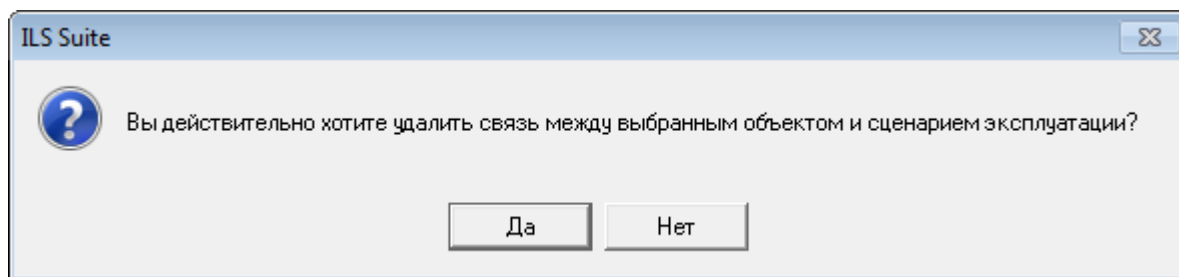

Рис. 18-12 – Окно «Сценарии эксплуатации»
6) В отобразившемся диалоговом окне нажать кнопку «Да» для подтверждения удаления связи (рис. 18-12).